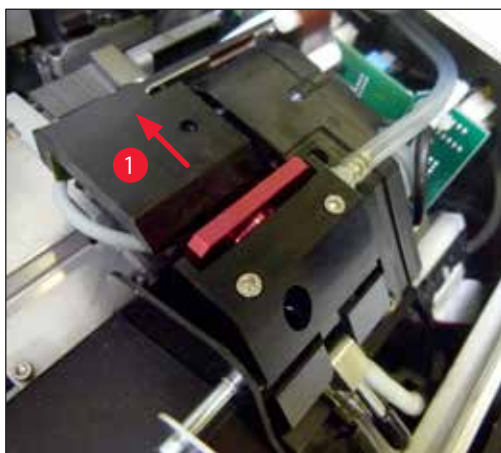

Рис. 51
2. Печатающая головка (→ "Рис. 51-1") перемещается вверх и останавливается прим. в 1 см от уплотнительной кромки (→ "Рис. 51").